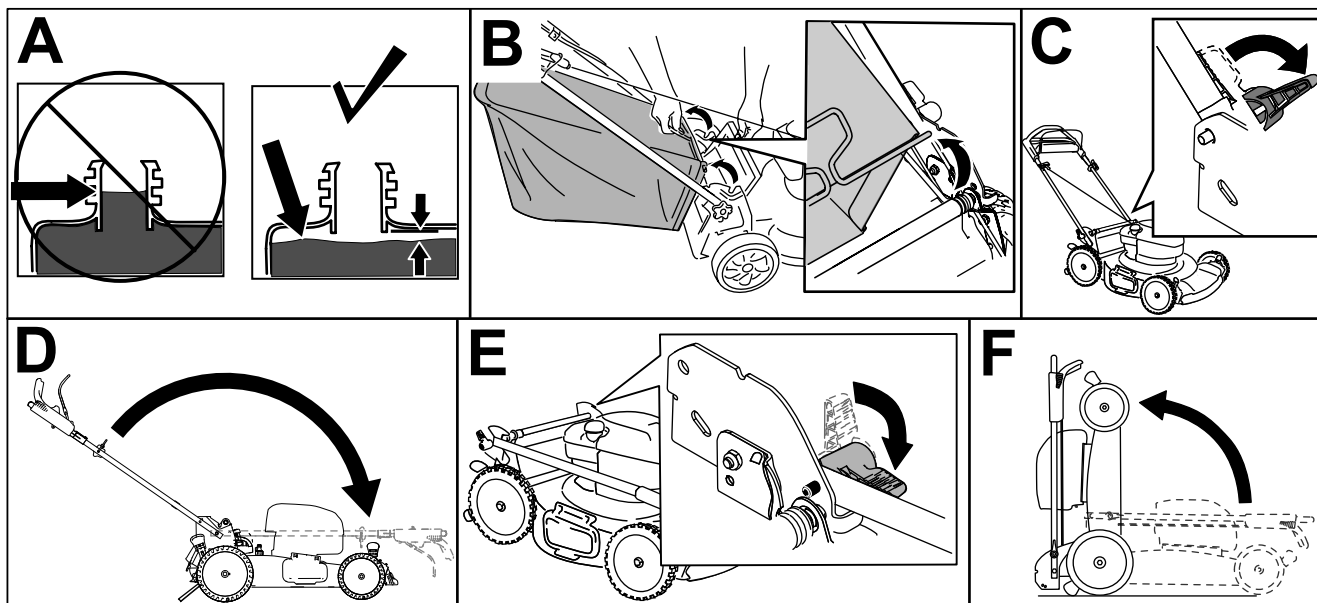

Figura 32
Nota: Si el nivel de combustible del depósito de combustible es demasiado alto, drene el combustible del depósito en un recipiente de combustible homologado hasta que esté en o por debajo del nivel recomendado por el fabricante del motor (Figura 32, A).
2. Si la bolsa de recogida está instalada en la máquina, retírela (Figura 32, B).
3. Abra las palancas de bloqueo del manillar (Figura 32, C).
4. Pliegue el manillar completamente hacia adelante (Figura 32, D).
5. Cierre las palancas de bloqueo del manillar (Figura 32, E).
6. Levante la parte delantera de la máquina con el manillar y llévela al lugar de almacenamiento (Figura 32, F).